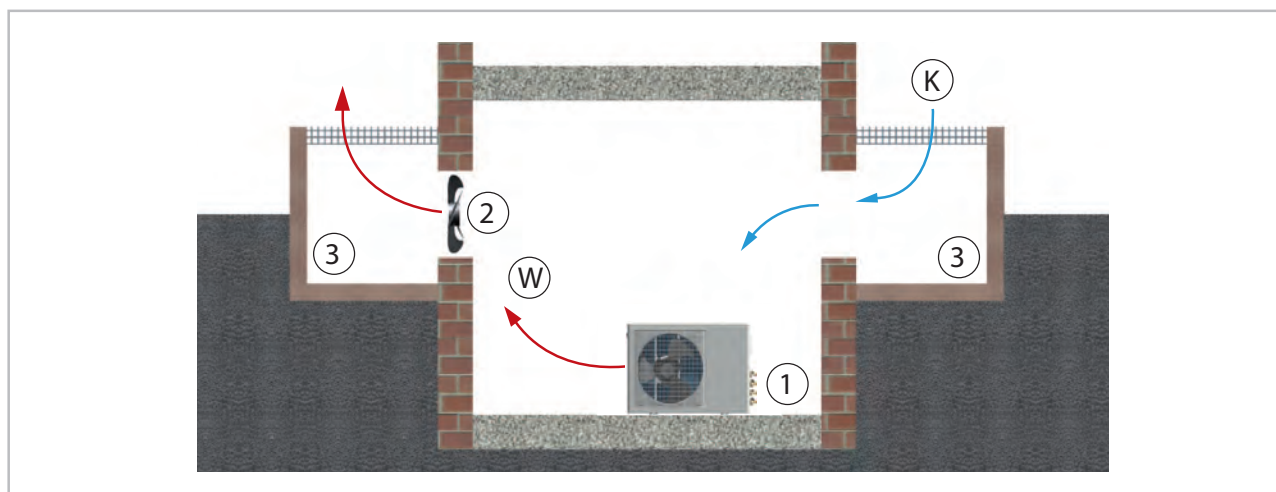

Fig. 27: Installation en intérieur
- Veillez à garantir une évacuation suffisante de la chaleur lorsque l'unité est installée dans une cave, sous les combles, dans des pièces annexes ou dans des ateliers (Voir la Fig. 27).
- Installez un ventilateur supplémentaire disposant d'un débit d'air volumique identique à celui de l'unité extérieure à monter dans la pièce et pouvant compenser pour les éventuelles pertes de pression additionnelles par des canaux d'air (Voir la Fig. 27).